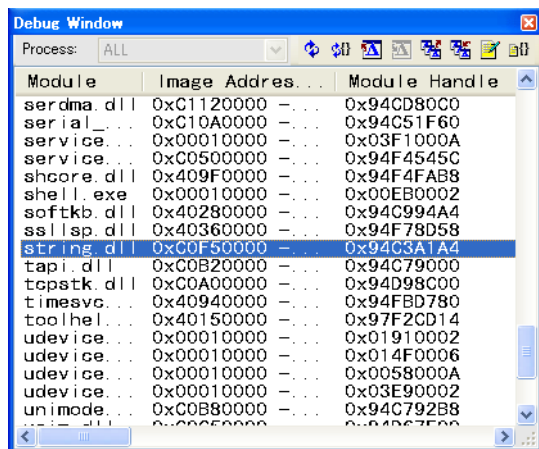

図 6-11 ロードされた文字列ドライバと [モジュール] ウィンドウ
10. CTRL+ALT+U を押してイメージの開始後に [モジュール] ウィンドウを開くか、Visual Studio で [デバッグ] メニューを開き、[ウィンドウ] をポイントし、[モジュール] を選択します。図 6-11 に示すように、システムですでに string.dll がロードされていることを確認します。